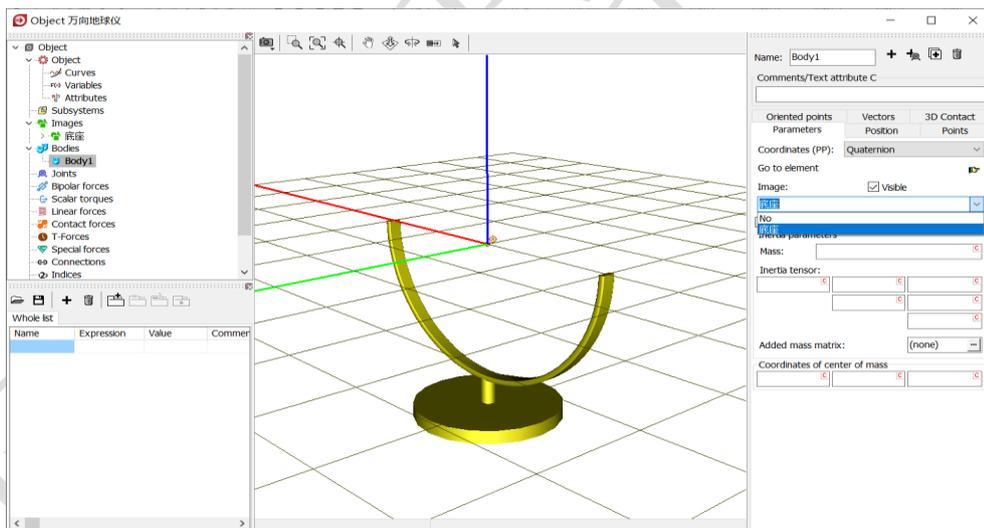

图 2-10
- 4) 这样, 我们就创建了一个刚体, 系统自动命名为 **Body1**。在交互界面 **Parameters** 页面 **Image** 处的下拉菜单中选择 **底座**, 并保持 **Visible** 选项为勾选状态, 如图 2-10。